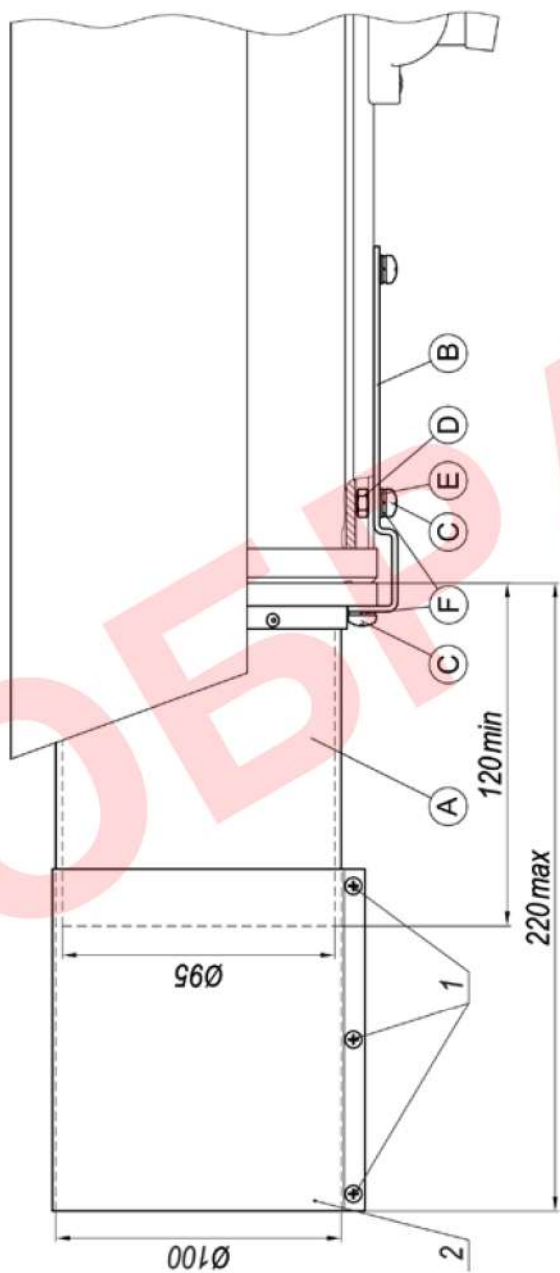

Рис.1 Установка бленды защитной на видеокамеры в термокамерах ТГБ-4Г Ex, ТГБ-4Р Ex
1. Габаритные размеры.....	см. рис.1
Установка бленды защитной на видеокамеры в термокожухах ТГБ-4Г Ех, ТГБ-4Р Ех показана на рис.1.
Для изменения длины бленды необходимо ослабить винты поз.1 (рис.1,2), переместить хомут поз.2 на нужное расстояние, после чего винты затянуть.